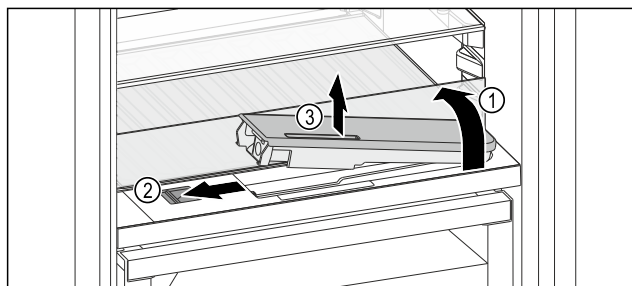

Fig. 150
- ▶ 抬起玻璃隔板，将其向后翻转至止挡 Fig. 150 (1)。
- ▶ 向左推滑块 Fig. 150 (2)。
- ▶ 取出水箱 Fig. 150 (3)。